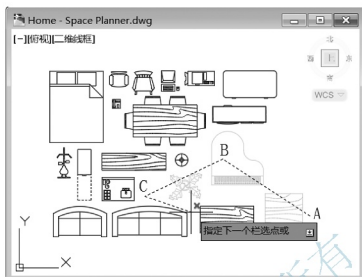

图 1.30 栅选
- (2) 在命令行输入“E”后按 Enter 键，启动【删除】命令。
- (3) 在**选择对象**:提示下，输入“F”后按 Enter 键。
- (4) 在**指定第一个栏选点或拾取/拖动光标**:提示下，在 A、B、C 处依次单击后，拉出如图 1.30 所示的虚线，虚线和“方桌”“钢琴”“花”相交，按 Enter 键后它们呈灰色显示（即被选中）。
- (5) 在**选择对象**:提示下，按 Enter 键结束【删除】命令，被选中的图形即被删除。
- (6) 按 Ctrl+Z 组合键执行【放弃】命令。